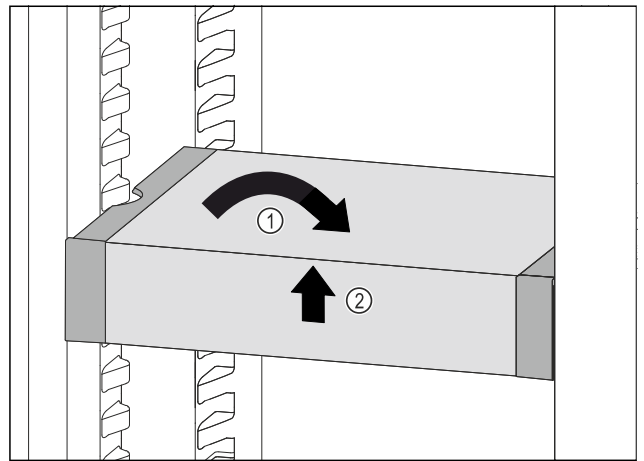

Fig. 89
- ▶ VarioSafe gerade stellen. Fig. 89 (1)
- ▶ VarioSafe vorne anheben. Fig. 89 (2)